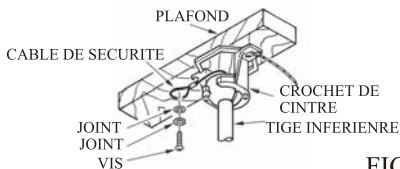

FIG.10
3. Installez le câble de sécurité dans la structure du bâtiment. (Voir Fig.10)